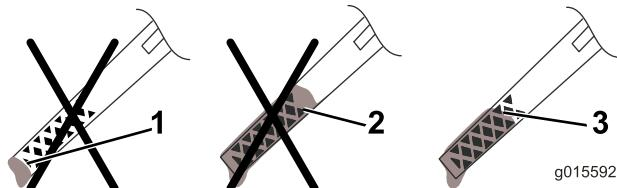

Figura 14
5. Retire la varilla y compruebe el nivel de aceite en la varilla (Figura 14).